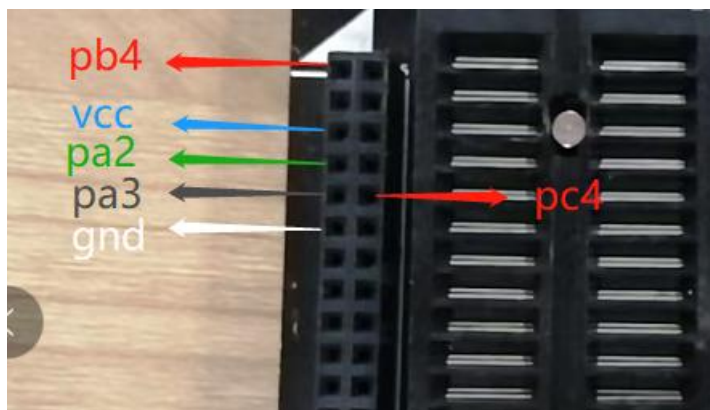

图 43. 空片锁紧座旁接线烧录
1、烧录空片时，需要先进行校准，再烧录。接线方法按照下图 43 所示，接到芯片的对应烧录引脚进行烧录。